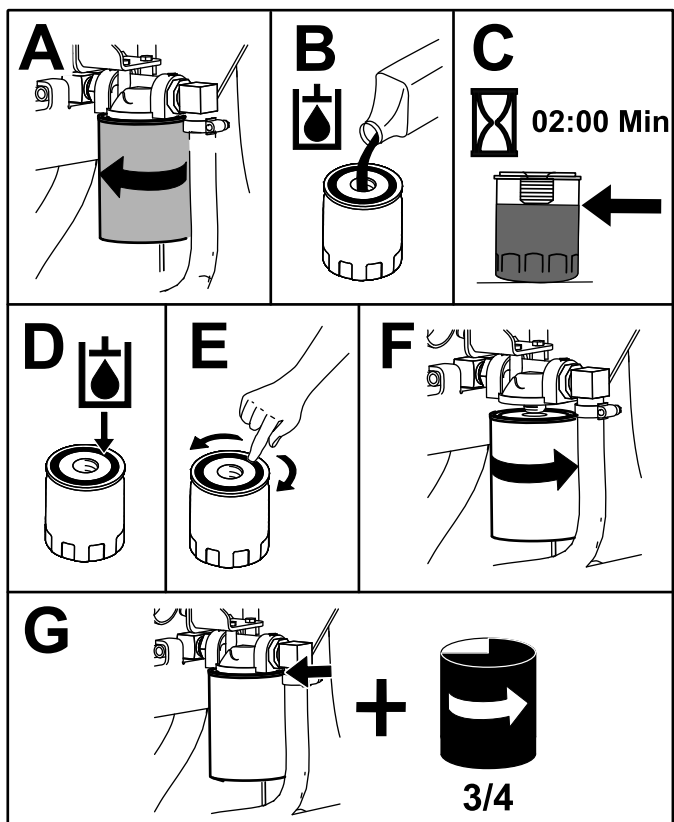

Figure 66
4. Placez un bac de vidange sous le filtre et remplacez le filtre (Figure 66).